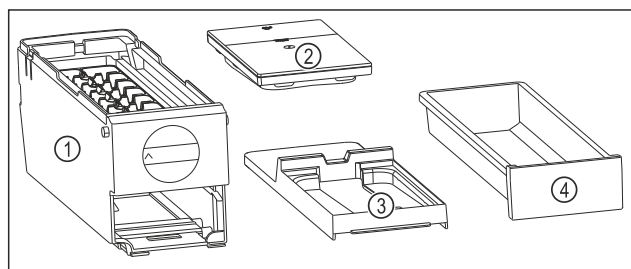

Fig. 123 Součásti EasyTwist-Ice
- EasyTwist-Ice je rozebrán na čtyři části. (viz Fig. 123)
- EasyTwist-Ice rozebírejte pouze na zobrazené součásti. (viz Fig. 123)
- Korpus EasyTwist-Ice Fig. 123 (1) vyčistěte jako celek.